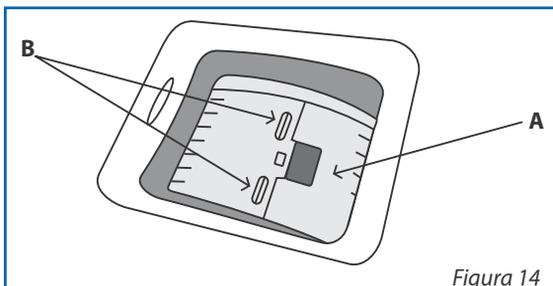

Figura 14
Ver figura 14
- Verifique el correcto encastre de las pestañas laterales (B). Ver figura 14